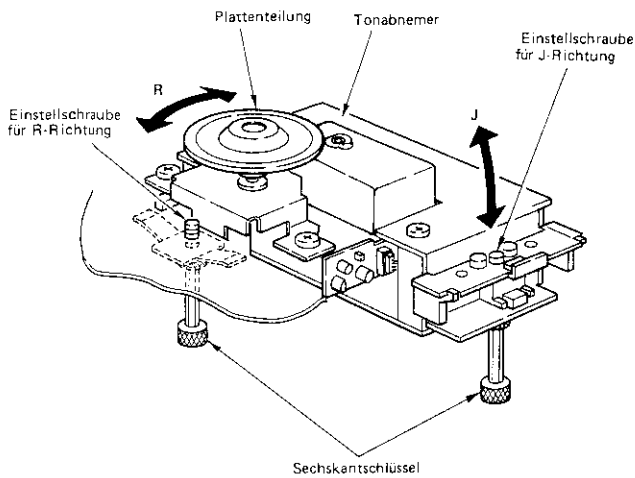
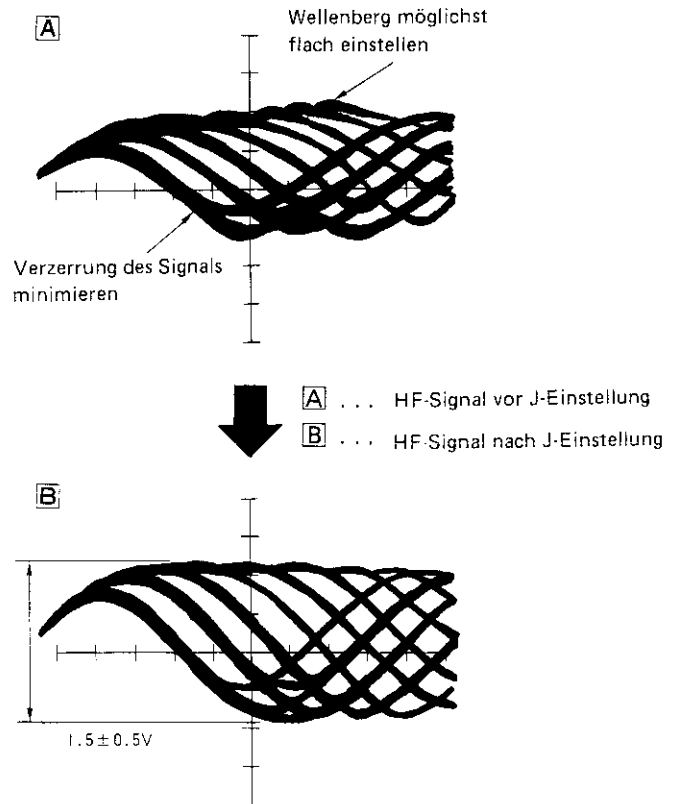

Abb. 11
Abb. 13
- 7) Die R-Richtung des Tonabnehmers einstellen (Abb. 11).
- 8) Die J-Richtung des Tonabnehmers einstellen (Abb. 11). Hierzu die Einstellschraube für J-Richtung so drehen, daß das HF-Signal gemäß Abb. 13 von Zustand A in Zustand B übergeht.
- 10) Die Taste **STOP** an der Steuereinheit drücken und dann noch einmal Taste **CD** drücken, um Spur 1 abspielen. Der HF-Signalpegel von Spur 1 (innerste Spur der CD-Platte) muß $1,5 \pm 0,8/-0,7$ V betragen und das HF-Signal muß die in Abb. 13-B dargestellte Form haben.